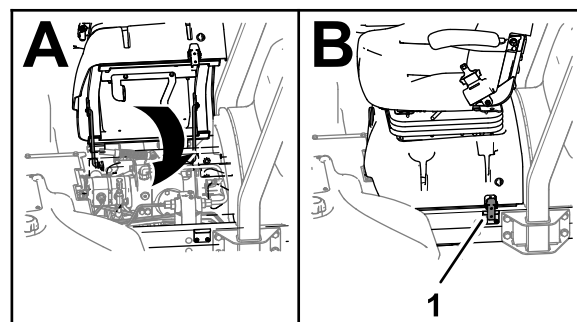

**Figura 33**
1. Aplicai unsoare dielectrică pe suprafeele de contact ale jumperului de deconectare a bateriei (Figura 33).